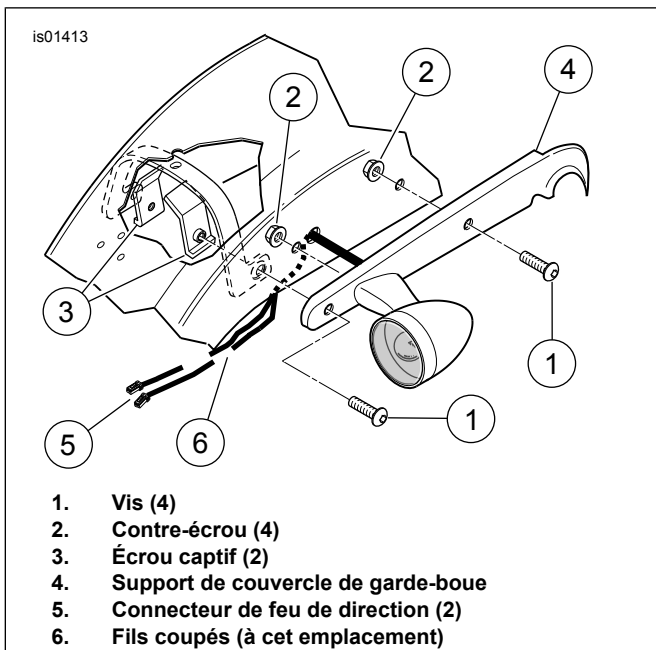

Figure 1. Dépose de support de garde-boue arrière
3. Voir la Figure 1. Il est nécessaire de retirer le diffuseur du feu arrière pour accéder au connecteur Amp Multi-lock. Débrancher les connecteurs de chaque feu de direction et les pousser vers le bas et à travers l'ouverture dans le feu arrière et le garde-boue.
5. Voir la Figure 1. Retirer et jeter les vis à tête bombée avant et arrière (1), deux contre-écrous (2) et écrous de fixation sous garde-boue (3) des couvercles de support de garde-boue arrière de gauche et de droite.